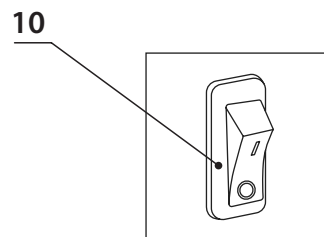

Рис. 1
Однофазный коллекторный двигатель, ремённая передача, эксцентриковый механизм и одноцилиндровый поршневой компрессор закреплены на металлическом суппорте и закрыты пластиковым корпусом (Рис. 1, п. 7). Вращение с якоря электродвигателя передаётся ремнём на шкив ведомый. Эксцентриковый механизм преобразует вращательное движение вала ведомого шкива в возвратно-поступательное движение штока с поршнем. Сжатый воздух из цилиндров подаётся в ресивер (Рис. 1, п. 6), где достигает максимального давления – 8 бар. Реле давления отключает двигатель при достижении максимального давления в ресивере. К выходному быстростъёмному штуцеру подключается пневмоинструмент. При снижении давления в ресивере ниже диапазона рабочего давления реле давления включает двигатель компрессора.
- 6.5 Установите амортизаторы (Рис. 1, п. 4), если они не были установлены.
- 6.8 Обеспечьте свободный доступ к выключателю (Рис. 1, п. 10), выходному штуцеру (Рис. 1, п. 3) и сливному клапану (Рис. 1, п. 5). Для обеспечения хорошей вентиляции и эффективного охлаждения необходимо, чтобы компрессор находился на расстоянии не менее 1 м от стены.